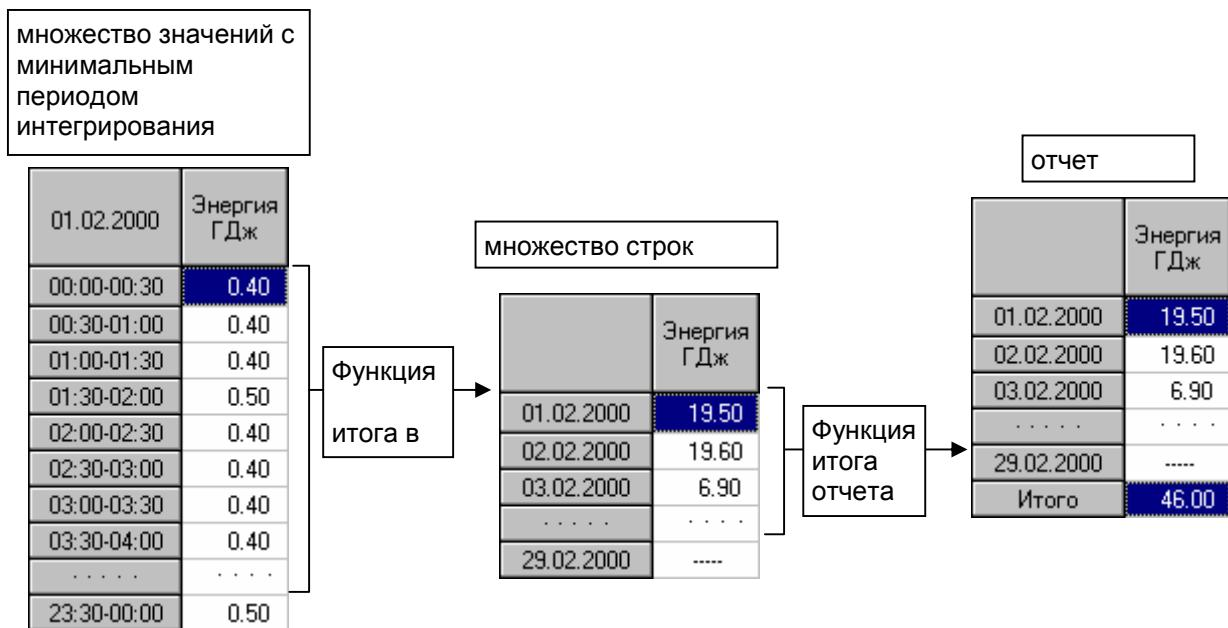

Рис. 9.7
**Функция итога** отчета применяется к множеству значений колонки в строках отчета. Результат функции помещается в итоговую строку отчета (Рис. 9.7).